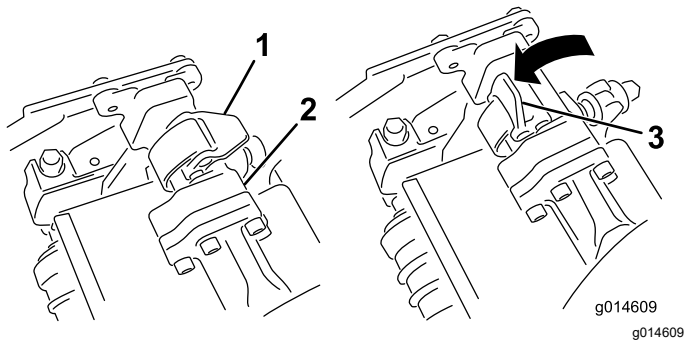
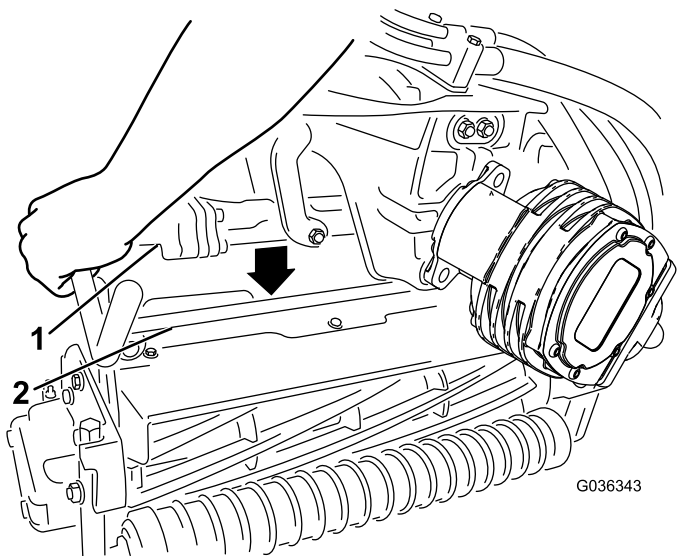

図 62
図 63
- サスペンションアームのバーについているラッチ 図 62を開き、サスペンションアームを押し下げてバーをカッピングユニットの両方のピッチアームの上におろし、ラッチがカッピングユニットのクロスバーの下にくるようにする 図 63。
- ラッチを下げて閉じるとカッピングユニットのバーがロックされてユニットがアームにセットされる 図 62。
6. 取り外したいカuttingユニットのサスペンションアームのバーについているラッチを開く 図 62。